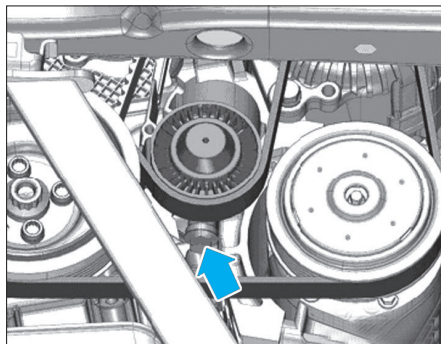

Fig. 2
- Agir sur la vis pour détendre la courroie (Fig.2).